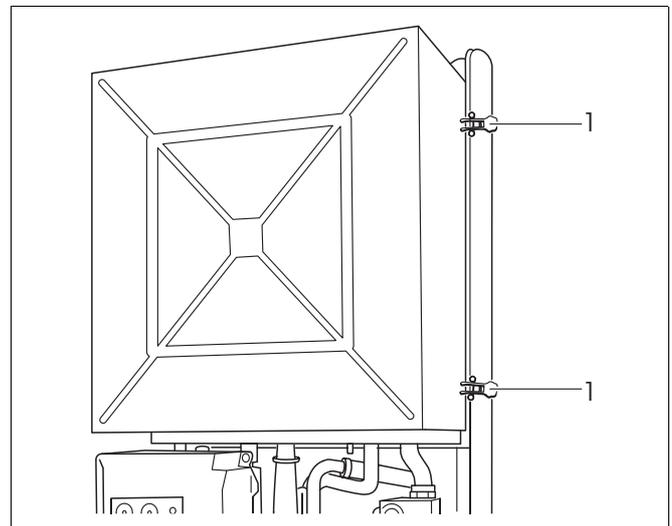

Abb. 15 Brennerraumdeckel abnehmen
- Schnellverschlüsse (Abb. 15, Pos. 1) öffnen und Brennerraumdeckel abnehmen.